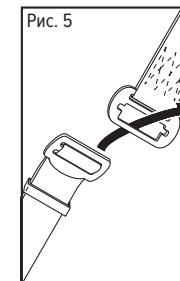

Рис. 5
- все лямки соединены и отрегулированы (способы соединения и регулировки показаны на рис. 5–11), натяжение лямок не допустимо если между телом работника и лямками свободно проходит кулак;
СОЕДИНЕНИЕ ПРЯЖЕК НАБЕДРЕННЫХ ЛЯМОК И ПОЯСНОГО РЕМНЯ (рис. 5–7)